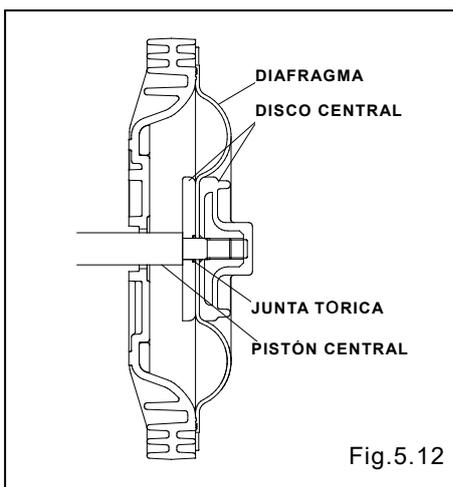

Fig.5.12
- Mantenga el lado convexo hacia fuera. (consulte Fig. 5.12)
- Coloque las juntas tóricas a ambos lados del diafragma. (consulte Fig. 5.12)